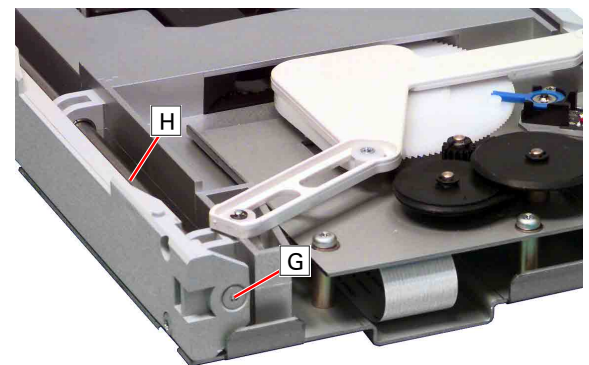

Fig. 7
- Schraube (G) (Fig. 7) herausschrauben, Stange (H) ausrasten und nach hinten herausziehen.
- Undo screw (G) (Fig. 7), unhook the bar (H) and pull it out to the rear.